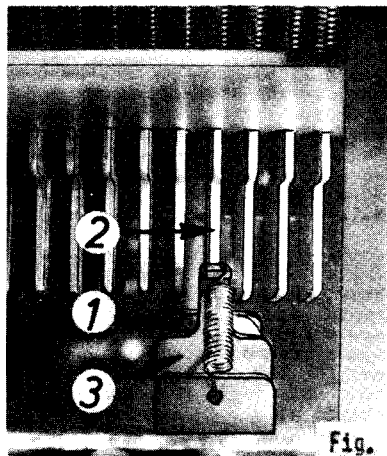
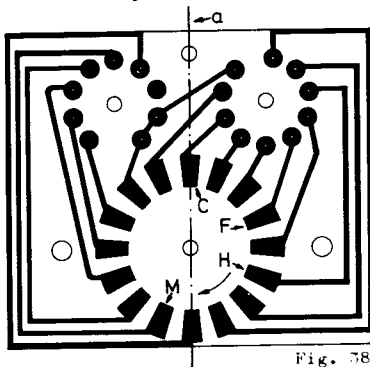
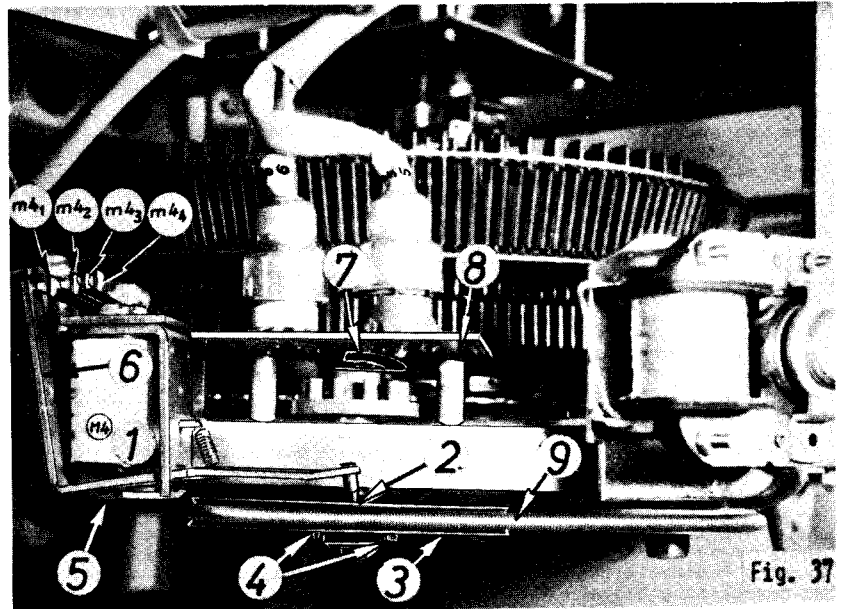

Fig. 36
Fig. 38
Fig. 37
Die Schießmagnete (Bild 36, -1-) müssen genau mittig vor den Wahlklinken stehen, wenn der Rastmagnet M 4 (Bild 37, -1-) mit seinem Raststift -2- in ein Loch der Riemenscheibe -3- eintaucht. Für eine Korrektur die beiden Gewindestifte -4- (2 mm Inbusschlüssel) lockern, Raststift in ein Loch drücken, Klinkenscheibe mit der Hand korrigieren und -4- wieder festziehen.
Es besteht kein Zusammenhang zwischen der Stellung der Riemenscheibe -3- (Bild 37) und bestimmten Wahlklinken. Für die oben erklärte Einstellung dürfen die Schießmagnete vor beliebigen Wahlklinken auf Mitte gestellt werden. Die 160er Wahleinheit hat Schießmagnete mit einem schmalen Anker als die der 100er Wahleinheit. Elektrisch sind beide Magnete gleich. Eine mäßig falsche Einstellung führt dazu, daß die Schießmagnete zwischen zwei Klinken schlagen. Bei völlig falscher Einstellung zieht M4 dann an, wenn gerade kein Loch unter dem Raststift ist; die Klinkenscheibe rotiert dann dauernd und der Stift schlägt mit jeder Umdrehung einmal auf das Rad.
Die Anker der Schießmagnete haben einen Abstand von 2 - 3 mm von den nicht ausgelösten Wahlklinken, einzustellen durch Verbiegen der Ankerstützen -3-, Bild 36, oder, aber mit anderen Voraussetzungen, auch durch radiales Versetzen des ganzen Magneten. Der normale Abstand zwischen Kern (Unterkante) und Anker beträgt 2,5 mm. Magnete mit einem zu großen Abstand Kern - Anker versagen bei Unterspannung als erste; Schießmagnete, die radial zu weit außen stehen, bewegen u.U. die Klinke nicht mehr weit genug um sie auszulösen (Vergl. auch "Wahlen unregelmäßig").
Die Rastspitze (Bild 37, -2-) muß in Ruhestellung etwa 1-2 mm über den Löchern der Riemenscheibe -3- schweben, ggf. ist die Stützung -5- entsprechend zu justieren.
The Selector Solenoids (Fig. 36, Pos 1) should stand well centered in front of any 10 latch pins at the time latch solenoid M 4 (Fig. 37, Pos. 1) is engaged in one of the holes in the pulley wheel -3-. If adjustment is required, loosen the two Allen head screws -4-, 2 mm wrench, push pin -2- in one of the holes, hold it engaged, shift the rotating plate to have the solenoids centered and fasten screws -4-.
The Selector Solenoid's Armatures should clear the circle of the non-released latch pins by 2 - 3 mm. This can be adjusted by bending the brass lug -3-, Fig. 36, or by shifting the entire solenoid radially. This, however, makes a difference: The gap between the armature and the core (lower edge) of the solenoid must be 2,5 mm. If this is too wide the solenoid won't pull anymore if the power supply gets low; if the whole solenoid is too far out, the armature won't push a latch pin wide enough to release. (See also "Missing Selections").
The Latch Lever Pin (Fig. 37, Pos. 2) rests about 1 - 2 mm above the holes in the pulley wheel -3-. Adjustment by bending the support tongue -5-.
Les plongeurs (fig. 36, pos. 1) doivent se trouver au milieu devant les clichettes exactement au moment où la bobine M4 (fig. 37, pos. 1) plonge dans un trou de la poulie -3- avec sa cheville -2-. Pour la vérification pousser la cheville manuellement et libérer les deux chevilles filetées -4- avec une clé de 2 mm, laisser encliqueter la cheville et faire les déplacements nécessaires.
Notes: Il n'y a aucun rapport entre la position de la poulie -3- (fig. 37) et certains plongeurs. Ces éléments sont indépendants. Pour le réglage il est sans importance quelle clichette se trouve devant tel ou tel plougeur; ce qui est important est uniquement la position centrique. Le cerveau 160 est muni de plongeurs plus étroits que le cerveau 100. Les données électriques sont cependant identiques.
Les tiges (axes) des plongeurs se trouvent à 2 ou 3 mm près des clichettes de sélection, elles se règlent lorsqu'on en plie les supports -3- fig. 36, ou bien, s'il le faut, en déplaçant radialement le plongeur entier. L'écartement normal est de 2,5 mm. Un écartement trop grand entre le noyau du plongeur et la tige provoque souvent un non-fonctionnement lors de la sous-tension. Les solénoïdes avec un écartement trop grand ancre/noyau sont les premiers ne fonctionnant plus en cas de sous-tension. Les plongeurs fixés radialement trop vers l'extérieur, ne pourraient plus enfoncer les clichettes pour les déclencher (voir également "sélections irrégulières").
En position de repos, la tête de la cheville doit se trouver 1 à 2 mm env. au-dessus de la surface de la poulie -3- (fig. 37 pos. 2). Ajustages éventuels du ressort support -5-.
Soll eine Wahlinheit zerlegt werden, so sollte vorher, um diesen Zusammenhang leicht wiederfinden zu können, ein Zapfen des Triebblings und die beiden flankierenden Zähne markiert werden. Ist eine Einheit falsch montiert, so läßt sich der Fehler korrigieren, indem man die Klappenscheibe beim Triebbling hoch- und drüber hinwegdrückt und dabei entsprechend versetzt. Eine Hilfe zum Finden der richtigen Einstellung ist Bild 38: Die gedachte Linie -a- durch die beiden Löcher in der Kontaktplatte -8- (Bild 37) geht bei der W 160 durch das Kontaktfeld C, bei der W 100 durch Null. Bei einer Remontage stellt man den Sucher -7- auf das genannte Kontaktfeld (Genauer: auf das in Laufrichtung letzte Stück des
A correct letter selection (W 160) or, as with a 100 selections model, a correct number selection, requires that the contact wiper (Fig. 37, Pos. 7) of the plastic pinion touches the contact field of that letter (W 160) or number (W 100), respectively, to which those latch pins belong to, the selector solenoids are just in front of. This relation is fixed with the assembly of the unit, it does not shift by wear or tear.
Fig. 38 is a help for finding the proper pinion setting. The line -a-, considered as linking the two holes in the printed
Pour la sélection de la bonne lettre (W160) resp. du bon chiffre (modèles 100) il est important que le ressort de contact -7- se trouve sur les contacts du circuit imprimé, correspondant à la lettre (W160) resp. au chiffre (W100), dont les clichettes se trouvent devant les plongeurs. Ce réglage ne se retouche pas, (ne doit pas être retouché). Néanmoins, il faut repérer la position des griffes lors d'un démontage du cerveau; il est conseillé de marquer les dents. (Repérer les dents engagées dans le curseur.) Si un cerveau est monté d'une manière incorrecte, la faute peut être corrigée facilement en levant le disque tournant près de la poulie et en faisant ainsi le déplacement nécessaire. Une aide pour trouver le propre réglage est présentée par la fig. 38: La ligne imaginaire -a- à travers les deux trous dans le circuit imprimé -8- (fig. 37) passe, dans le cas de W160, par le contact C, dans le cas de W100, par le contact zéro. Mettre le chercheur -7- sur le contact mentionné (exactement sur la dernière pièce de contact en direction de marche) et monter le disque de clichette de façon que les bobines se trouvent devant les clichettes correspondantes.
Attention: Le groupe selon fig. 37 fonctionne avec le groupe de touches droit. Dans le cas de W100, ce sont les chiffres, dans le cas de W160, les lettres.
**Merke:** Die in Bild 37 gezeigte Gruppe arbeitet mit dem rechten Wahlkastensatz zusammen, das sind bei einer W 100 die Zahlen, bei einer W 160 die Buchstaben.
Defekte Wahl Taste; Unterbrechung in der Leitung Taste - Wahlleinheit über Stecker 5 (W 160: 5 und 6); Riß in der gedruckten Schaltung Pos. 8, Bild 37 (Riß durch Lötung überbrücken!)
Ein Schließmagnet versagt, eventuell auch nur bei Unterspannung. Zur Lokalisierung wird die Antriebsspirale -9- (Bild 37) entfernt und 1A gewählt. Danach Riemenscheibe -3- mit der Hand drehen, bis die Wahl ausgelöst wird und jetzt -3- sorgfältig so einstellen, daß die Rastspitze -2- immer genau in dies Loch trifft. Anschließend werden die 9 übrigen Tasten links jeweils mit der ersten Taste rechts gewählt (W 160: 2A, 3A .....; W 100: B1, C1 ..... ) und danach wird geprüft, ob alle 10 Wahlklinken geschossen wurden. Da
circuit board -8-, Fig. 37, crosses the contact field of the letter C (W 160), or, in case of a W 100, the field Zero. When re-assembly, move the contact wiper to this field, more exactly; to the end section of the field, considered in the direction the wiper runs, and engage the rotating plate while the solenoids are in front of the corresponding latch pins.
**Note:** The system shown in Fig. 37 cooperates with the right hand selector keyboard group. Here are the numbers with a W 100 or, with a W 160, the letters.
Key not making contact; open circuit between key and selector unit via plug 5 (W 160: plugs 5 & 6); crack in the printed board Pos. 8, Fig. 37. (Bridge the crack by soldering a piece of wire across).
A selector solenoid missing, may be with low supply only. To locate such a solenoid, take off the drive spiral -9- (Fig. 37) and select 1A. Now move pulley wheel -3- by hand until M4 makes, to complete the selection. Adjust -3- carefully to make bolt -2- to meet this hole perfectly. Make a selection each with every other of the left hand keys and
Touché de sélection défectueuse; interruption dans le câblage touche/cerveau à travers la prise 5 (W160 5 & 6); rupture dans le circuit imprimé Pos. 8, fig. 37 (faire un pont par soudure).
**Des sélections n'ont pas lieu, sans raison visible:** Panne d'un marteau avec bobine, parfois uniquement en cas de sous-tension. Pour localiser la panne, enlever le ressort d'entraînement -9- fig. 37, et sélectionner 1A. Ensuite tourner à main la poulie -3- jusqu'à ce que la sélection soit déclenchée. Maintenant ajuster -3- soigneusement de manière que la pointe de la cheville -2- s'enfonce toujours dans ce trou. Ensuite les autres 9 touches gauches sont sélectionnées moyennant la première touche à droite W160: 2A, 3A...; W100: B1, C1... Après cela, vérifier si toutes les 10 clichettes ont été déclenchées. Etant donné qu'avec cette méthode le disque tournant ne tourne plus, il est facile de reconnaître le solénoïde (marteau et bobine) défectueux.